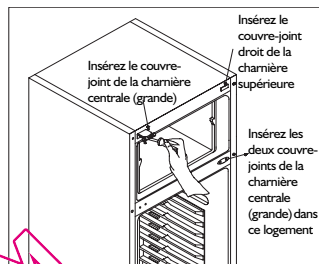

Fig. 7
6. Remontez la charnière supérieure du côté gauche (Fig. 7). Bouchez les orifices supérieur et central du côté droit. Déplacez le bouchon de la charnière centrale du côté gauche. (Vous pouvez utiliser les bouchons fournis dans l'enveloppe contenant le manuel de l'utilisateur).